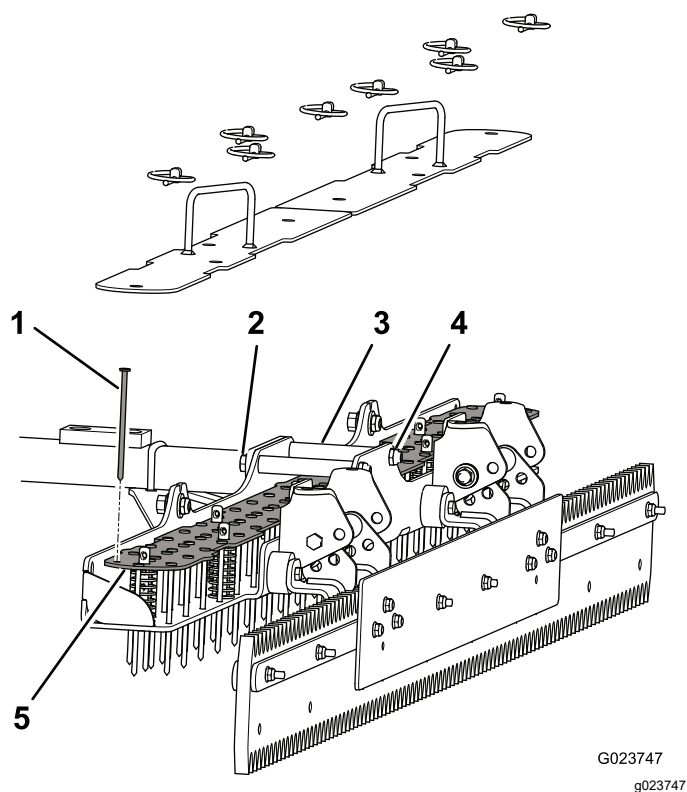

Figure 9
5. Insérez les dents dans le porte-dents et la plaque inférieure (**Figure 9**).